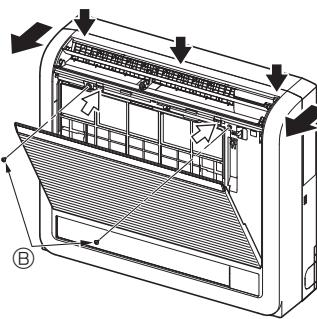
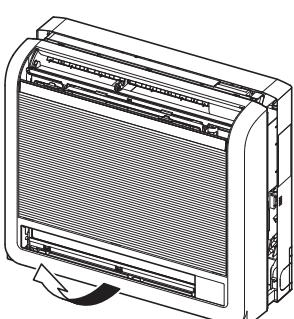

Fig. 3-3
Fig. 3-4
- ① Πιέστε τα 2 σημεία που υποδεικνύονται από τα βέλη ⌘ και ανοίξτε τις μπροστινές γρίλιες. (Fig. 3-3)
- ② Ανοίξτε τις μπροστινές γρίλιες και αφαιρέστε τις δύο βίδες.
- ③ Ανοίξτε το οριζόντιο πτερύγιο για την έξοδο του αέρα στην επάνω πλευρά, πιέστε την κορυφή του πλαισίου της πρόσωψης σε τρία σημεία και τραβήξτε το μακριά από την εσωτερική μονάδα.
- ④ Βίδες
- ⑤ Ανασηκώστε το πλαίσιο της πρόσωψης με τις γρίλιες για να το αφαιρέστε από τη μονάδα. (Fig. 3-4)